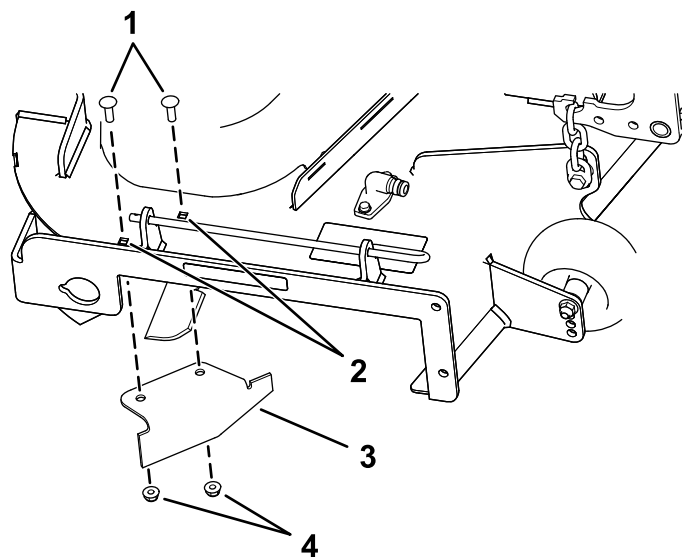

Figura 15
- Localice el tabique en la bolsa de piezas sueltas y retire las fijaciones de los taladros traseros de la placa de descarga (Figura 15).